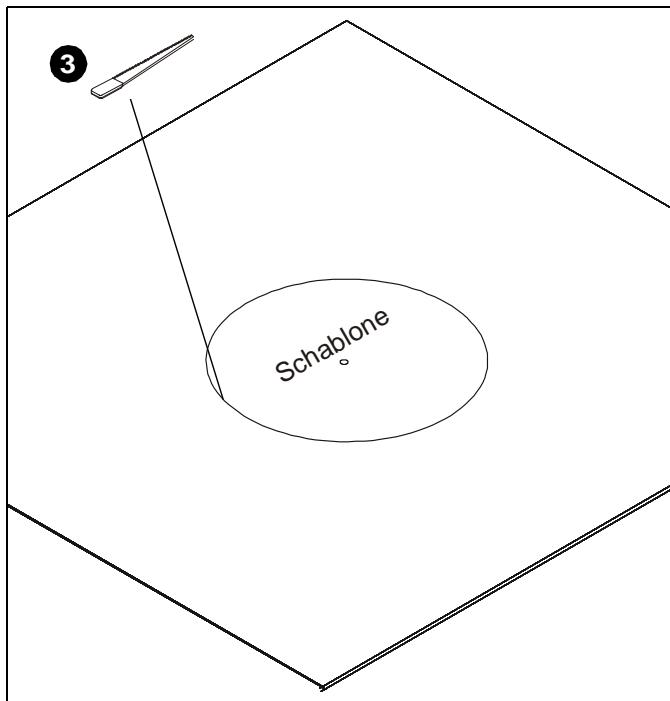
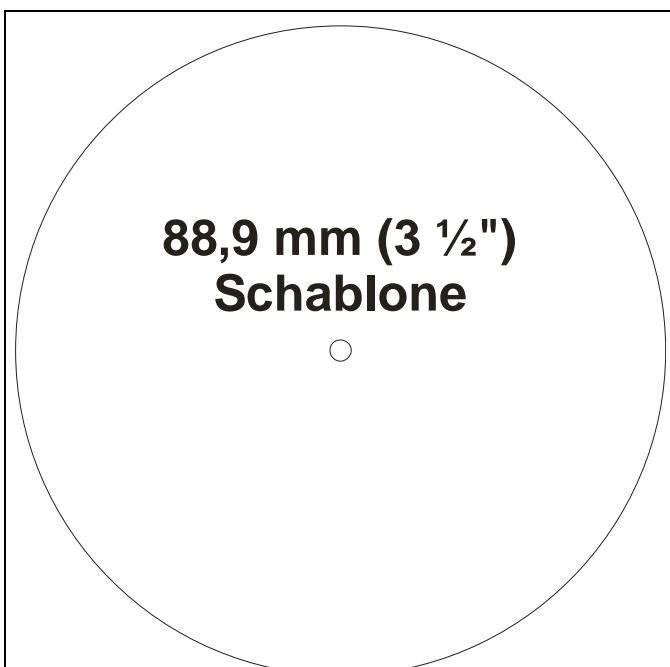

Abb. 10
Abb. 12
- Schneiden Sie entweder mithilfe der Sparschablone (Siehe Abb. 12) und eines Fuchsschwanzes oder mithilfe eines Kreisschneiders, der darauf eingestellt ist, ein Loch mit einem Durchmesser von 88,9 mm (3 1/2") zu schneiden, ein Loch in die Deckenplatte. (Siehe Abb. 10)